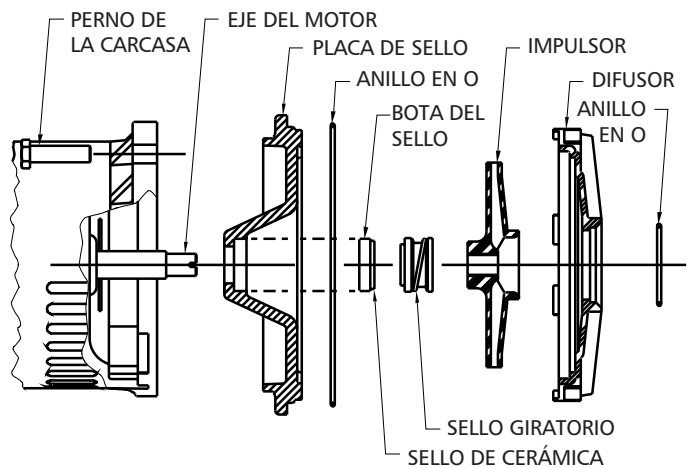

FIGURA 3
9. Deslice la parte rotatoria del conjunto del sello y retírela del eje (tal como se muestra en la Figura 3). Separe la placa de sello del motor.